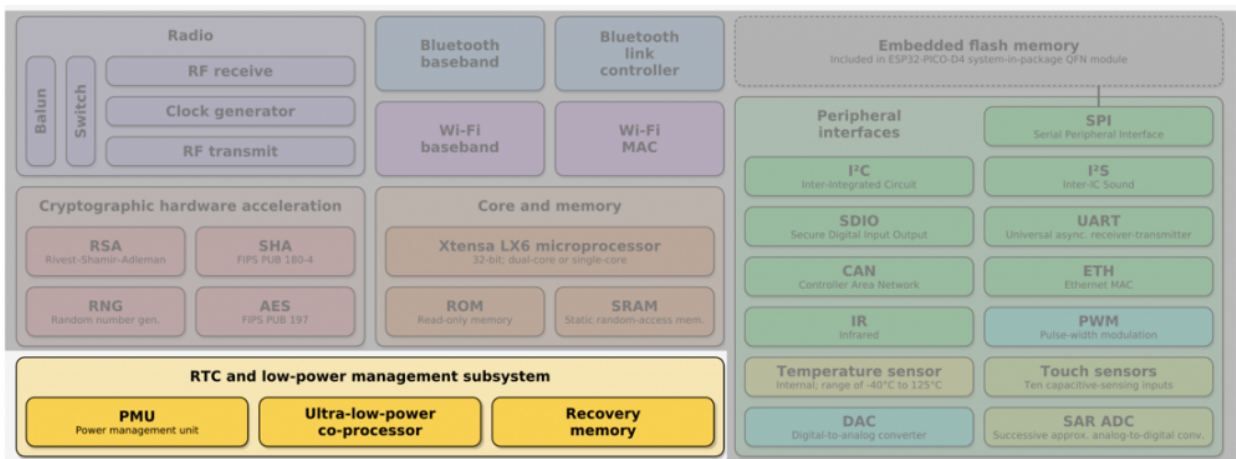

Figura 8 - Diagrama de blocos ativos no Deep sleep mode.
- Deep sleep mode a CPU, a maior parte da RAM e todos os periféricos digitais são desligados. Apenas o controlador RTC, os periféricos RTC (incluindo o co-processador ULP) e memórias RTC (lentas e rápidas) é se permanecem ligadas (Figura 8). Neste modo consome-se cerca de 0.15mA. Se o coprocessador não estiver a ser usado usa-se apenas 10µA (0,01 mA).